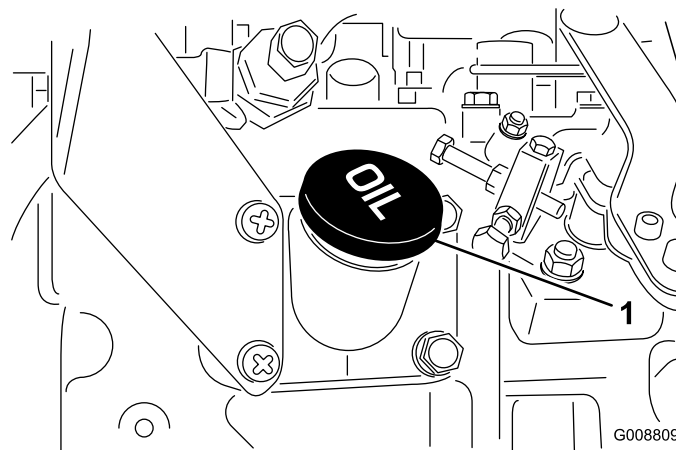

図 13
4. 不足している場合は、キャップ（図 13）を取り、Full 位置までオイルを補給する。